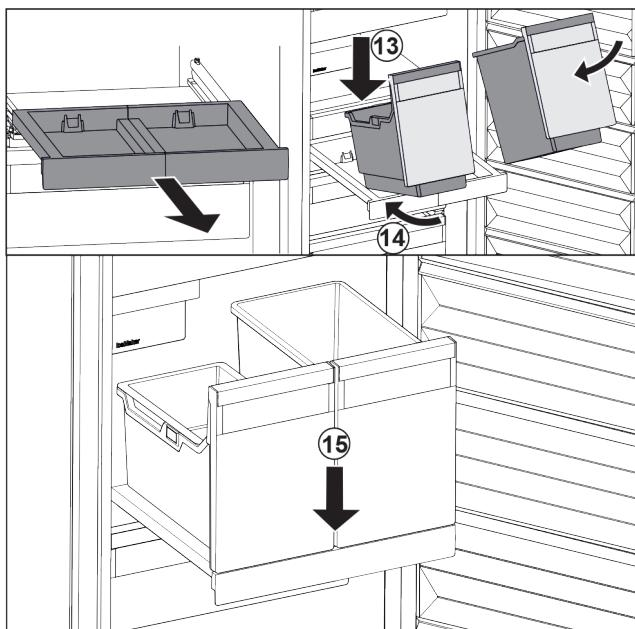

Fig. 105
- Behälter schräg auf das Auszugsbord aufsetzen. *Fig. 105 (13)*
- Behälter schräg nach hinten einschieben. *Fig. 105 (14)*
- Behälter vorne absetzen. *Fig. 105 (15)*